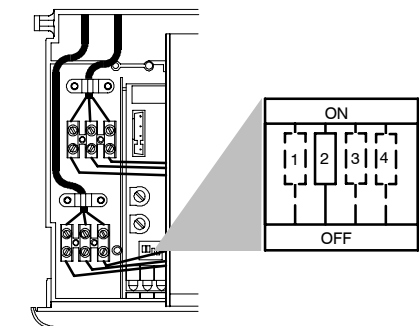

fig. 8.3
- 7 Posizionare il micro selettore "2" fig. 8.3 in OFF per il gas Butano e Propano, in ON per il gas Metano.